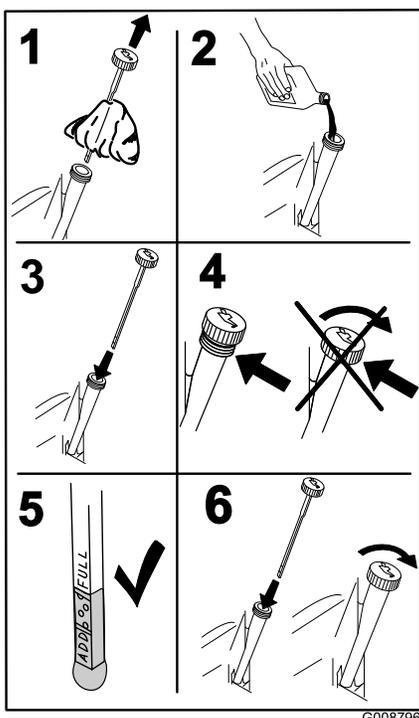

Figura 51
- Versate lentamente circa l'80% dell'olio indicato nel tubo di rifornimento e sempre con cautela rabboccate l'olio necessario per portarlo alla tacca di **Pieno** (Figura 51).